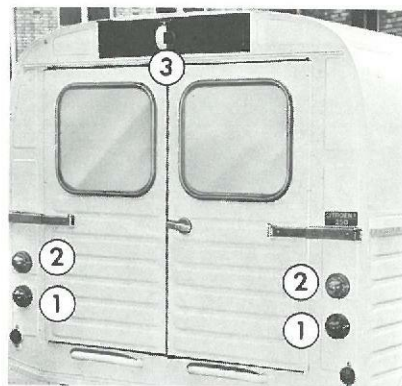

Fig. 37 - Feux arrière
- *Feux arrière* (Fig. 37) :
- *Arrière* (Fig. 37) :
(Fig. 37)